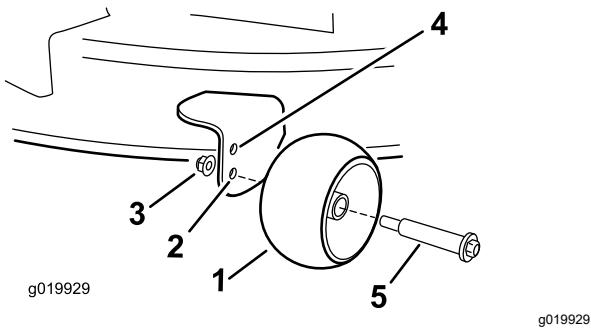

Figura 27
posición de altura de corte de 63 mm (2½") o menos (Figura 27).
- Taladro inferior – utilice esta posición cuando la carcasa de corte está en la posición de altura de corte de 76 mm (3") o más (Figura 27).